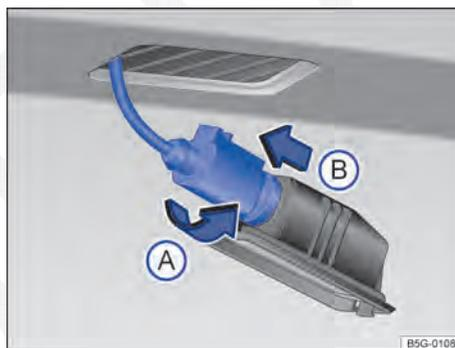

Fig. 224 Lanterna da placa licença: desinstalar o suporte da lâmpada.
4.	Girar o suporte das lâmpadas no sentido da seta ⇒ Fig. 224 (A) e retirar o suporte junto com a lâmpada incandescente (B).
6.	Encaixar o suporte da lâmpada na lanterna da placa de licença e pressionar no sentido contrário ao da seta (A) até o batente.